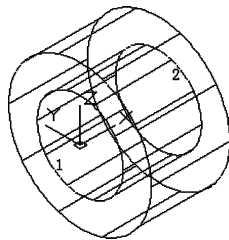

图 13-36 差集处理
(4) 差集处理。单击“三维工具”选项卡“实体编辑”面板中的“差集”按钮，将创建的两个圆柱体进行差集处理，结果如图 13-36 所示。